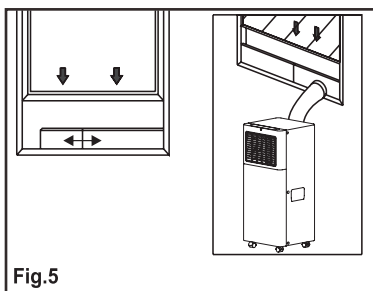

Fig.5
- 4 .Afixe a saída da mangueira no kit deslizador de janela e feche. (fig.5 & 6).